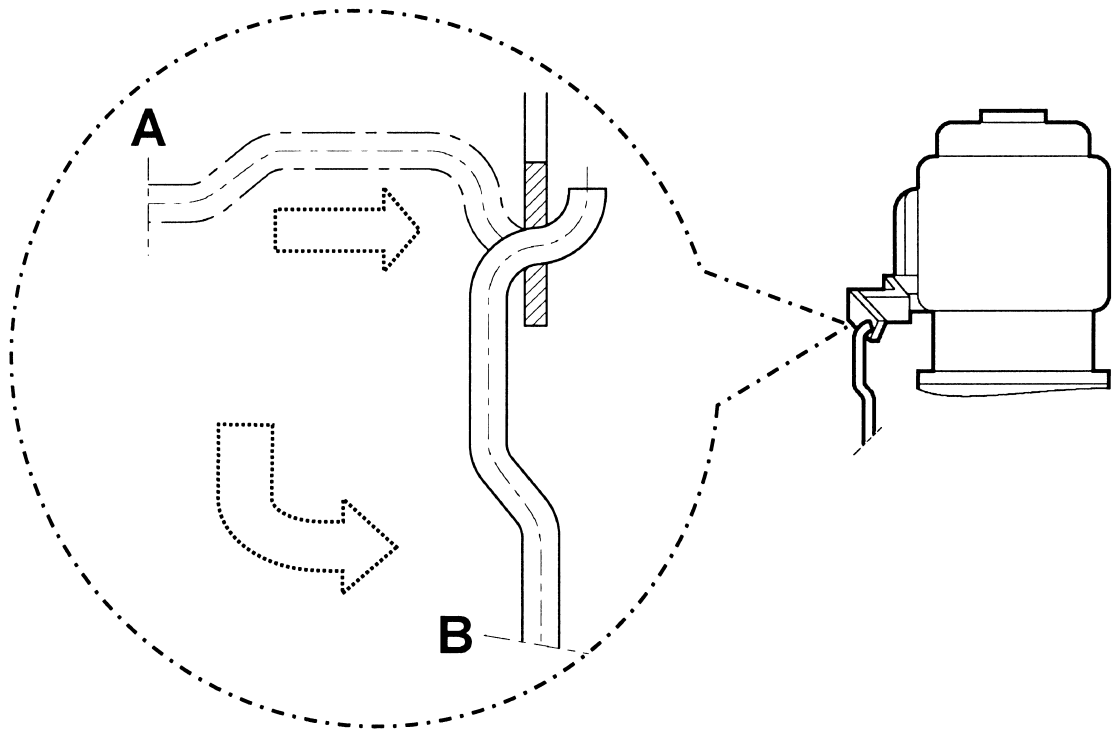

Fig. 3
- Mocowanie dźwigni wyłącznika pływakowego (rys. 3):
- Zakrzywiony koniec drążka pływaka zawiesić w poziomej pozycji (A) w otworze dźwigni przełączającej i ustawić w pozycji pionowej.